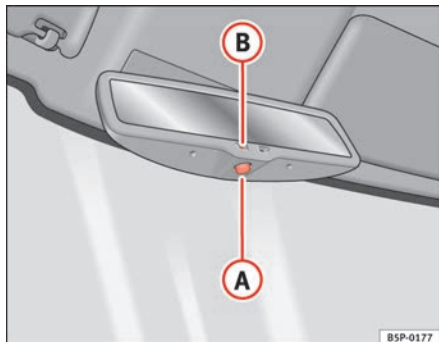

Fig. 90 Retrovisor interior con ajuste automático para posición antideslumbrante.
- Pulse la tecla **A** ⇒ fig. 90. El testigo de control **B** se apaga.
- Pulse la tecla **A** ⇒ fig. 90. El testigo de control se enciende.